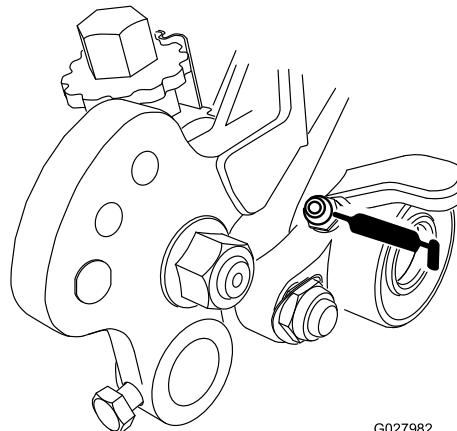
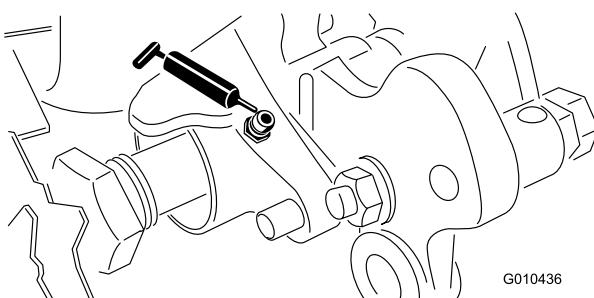

图19
图20
39. 每周或每运行 10 个小时、长期停用之前以及每次清洗之后应立即向疏草刀轴承添加润滑脂图19 和 图 20。将润滑脂泵入接头、直至润滑脂被挤出到疏草刀轴。擦去密封件和轴上多余的润滑脂。